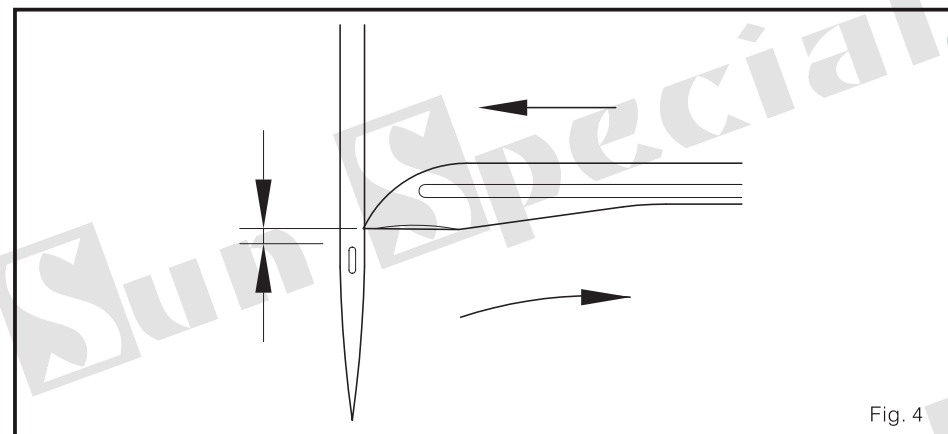

Fig. 4
1. o espaço quando o looper move à esquerda do ponto morto certo e a borde direito da agulha esquerda e na casa de botão de agulha e também quando o looper move por de trás à direita do ponto morto esquerdo e o centro da agulha esquerda e na casa de botão de agulha, eles deveriam ser mesmos. Esta é a relação de ritmo ou sincronização correta (Fig. 4)